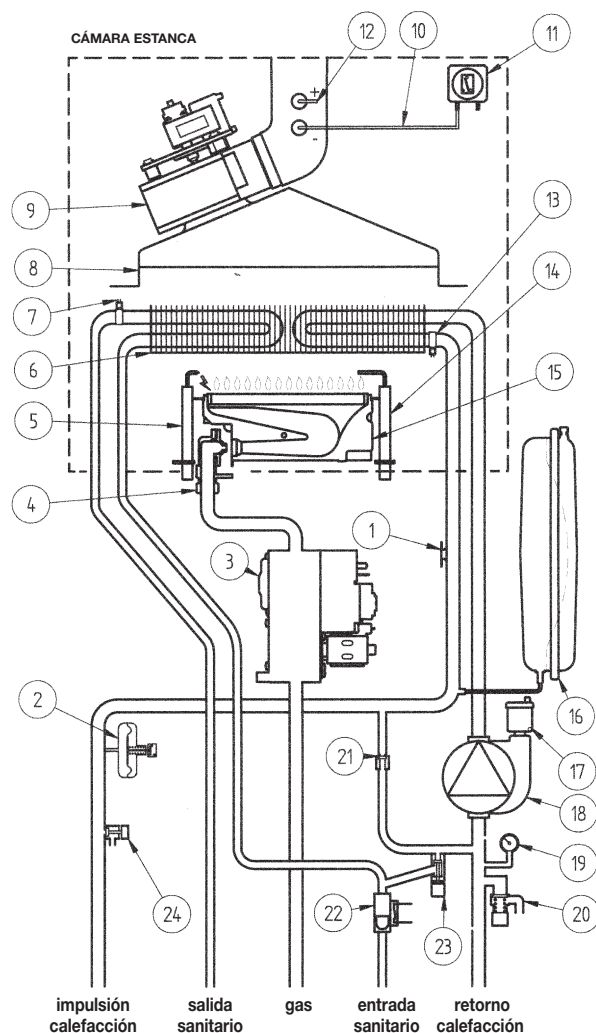

Figura 20
Este dispositivo (15 - figura 20) impide que se encienda el quemador principal si el circuito de evacuación de humos no funciona perfectamente.
- conexión Venturi-presóstato interrumpida (16-17 figura 20)la caldera permanecerá en espera, indicando el código de error E03 (véase la tabla en el apartado 10).
El electrodo de detección (18 - figura 20), colocado en la parte derecha del quemador, garantiza la seguridad en caso de falta de gas o interencendido incompleto del quemador.
Este dispositivo (28 - figura 20), calibrado en 3 bar, está al servicio del circuito de calefacción.